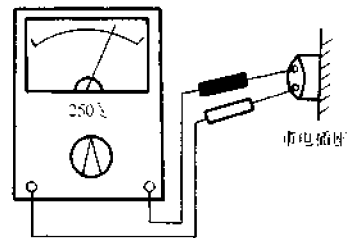

图 2-12 测量交流市电
**实例一:**被测对象为交流 220V 市电。测量方法参见图 2-12 所示。使用 MF500 型万用表。将乙开关(在表面右侧)置于“ $\sphericalangle$ ”位置,将甲开关(在表面左侧)置于“250 $\sphericalangle$ ”位置,把两支表笔(不分正负)分别插入市电插座的两个插孔中,在“ $\sim$ ”刻度线上读出电压数为 218V,电压基本正常。测量时要注意,手不能碰触表笔的金属部位,防止触电。